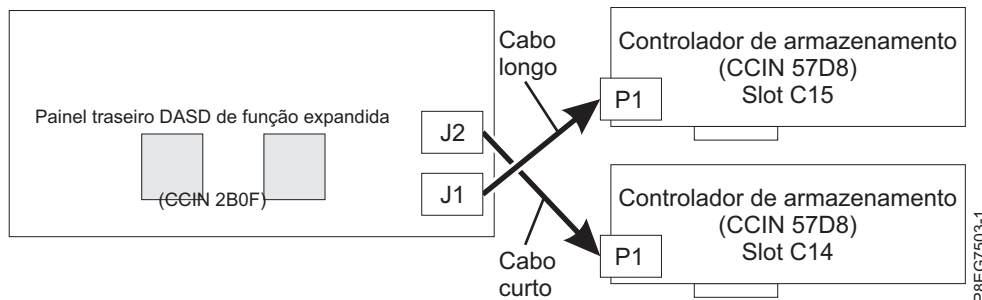

Figura 9. Reconectando o cabo SAS em uma configuração de função expandida
- O cabo SAS curto conecta o conector (J2) do painel traseiro da unidade de disco superior ao conector P1 no adaptador interno RAID SAS no slot P1-C14. Veja a Figura 9.
- O cabo SAS longo conecta o conector (J1) do painel traseiro da unidade de disco inferior ao conector P1 no adaptador interno RAID SAS no slot P1-C15. Veja a Figura 9.